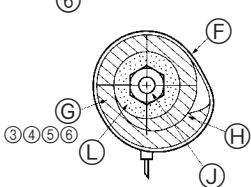
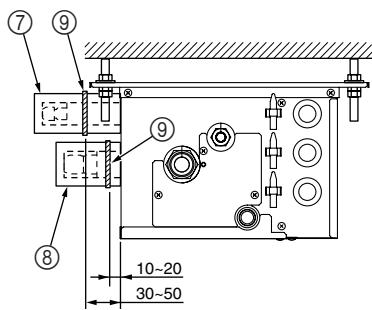

Fig. 7-3
Fig. 7-4
⑦ Secção de ligação (Fig. 7-3)
⑧ Banda ⑨
⑩ Revestimentos dos tubos ⑪ ⑫ ⑬ ⑭
⑮ Apertar
⑯ Isolamento térmico para a tubagem do refrigerante
⑰ Tubagem do refrigerante
► Execute os procedimentos que se seguem para os componentes da caixa de derivação que não estão ligados a uma unidade interior. (Fig. 7-4)
(1) Para evitar fugas de refrigerante, certifique-se de que as porcas afuniladas estão apertadas de acordo com os binários de aperto especificados\* na Tabela 3.